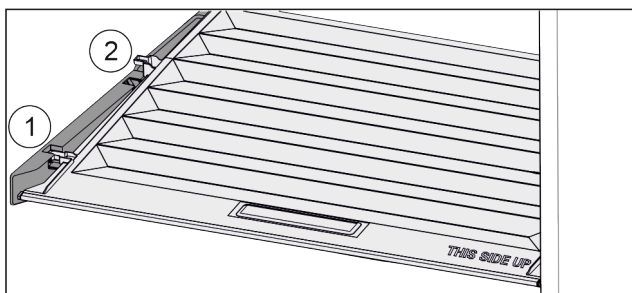

Fig. 137
- ▶ Vytáhněte víko dopředu až k otvoru v přídržných dílech Fig. 137 (1).
- ▶ Vzadu zesponu nadzvedněte a vyjměte směrem nahoru Fig. 137 (2).